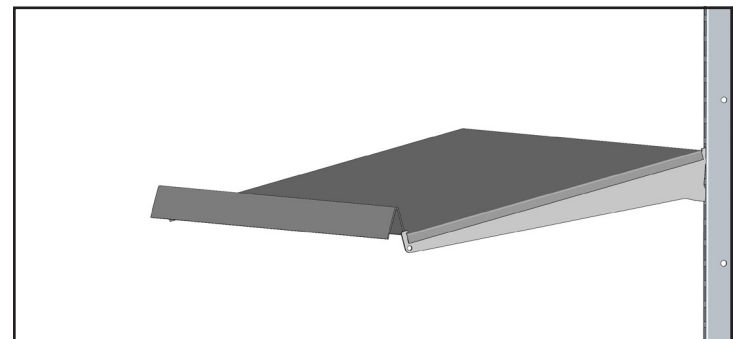

Abb. 5. Korrekter Einbau der Regalbretter.
- c. Wenn das Regalbrett nicht mehr auf der Regalauflagenase liegt, schieben Sie das Regalbrett nach vorne, bis sich die Vorderseite des Regalbretts unter der vorderen Regalauflagenase befindet. Wenn das Regalbrett richtig installiert ist, wird das Regalbrett zwischen den eingekerbten Bereichen in den Regalhalterungen gehalten. Siehe Abb. 5.